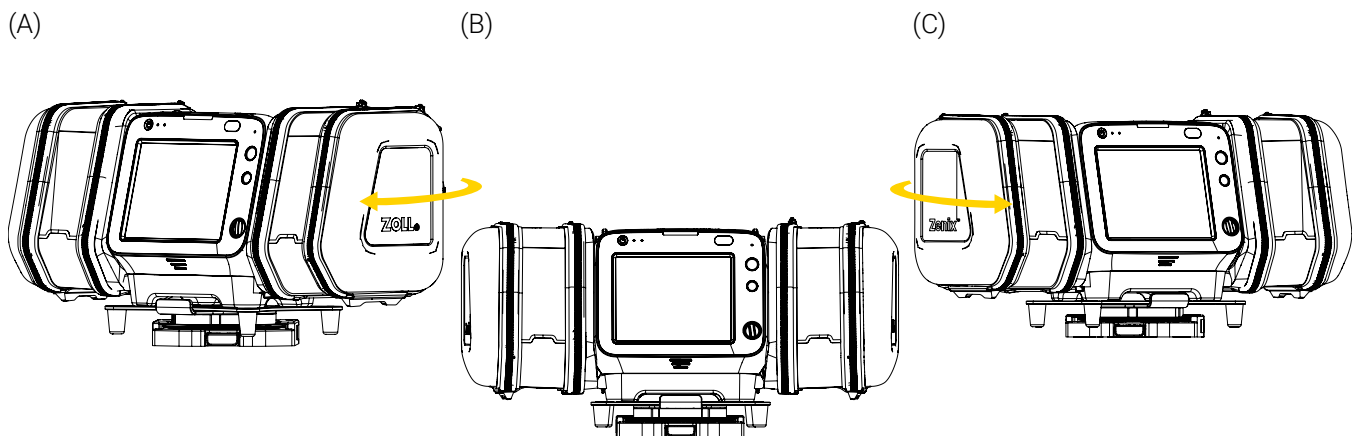

Figure 8: Rotation du Bracket Pro Serie 27 – GR
3. Tourner le support jusqu'à 360 ° dans le sens horaire ou antihoraire à la position désirée (Figure 8).